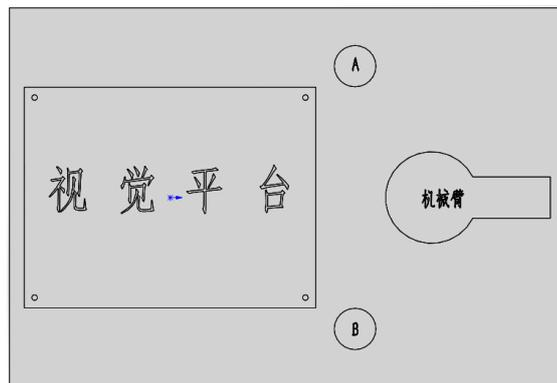
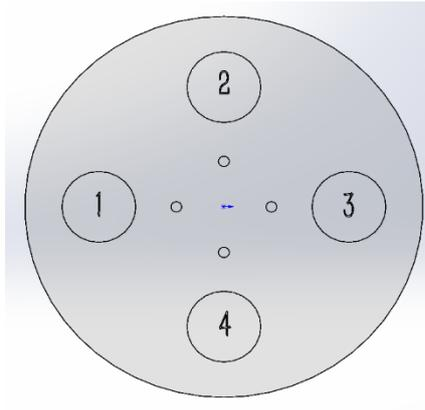

图 7-2 场地示意图
图 7-3 转盘定位示意图
- (1) 场地：用来摆放实验平台与机械臂的场地图
- (2) 转盘定位图：粘贴在转盘上用来放置工件的图纸。
- (3) 工件：机械臂夹取来完成相应任务的道具，为圆柱 T 型尼龙件。
- (4) 工件位：分为数字工件位与字母工件位。图 7-3 中上标有数字 1、2、3、4 的四个圆圈为数字工件位；图 7-2 中用来摆放任务工件的圆圈，图中内含字母“A、B”的圆圈为字母工件位。
- (5) 底座工位：摆放机械臂底座的异形线框。
- (6) 内圈、外圈：考虑到比赛时机械臂的实际工作精度，图示中左侧的字母工件位和右侧的数字工件位都含有内圈和外圈，能提供更合理的判罚。